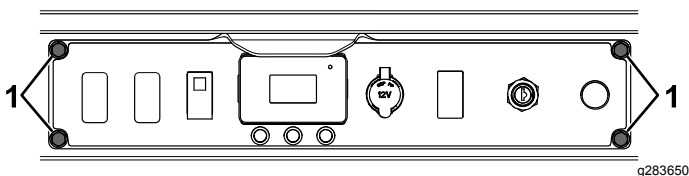

Рисунок 7
- Отверните 4 самонарезающих болта (5/16 x 3/4 дюйма) крепления плоской крышки консоли к машине (Рисунок 7).
- 11. Прикрепите плоскую крышку консоли к машине при помощи 4 ранее снятых самонарезающих болтов (Рисунок 7).